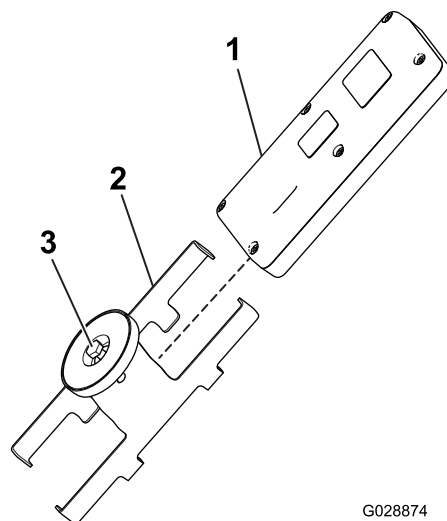

Figura 25
5. Montate il telecomando sulla relativa staffa magnetica, fate scorrere le due metà insieme per fissare il telecomando e serrate il bullone nel magnete (Figura 25).